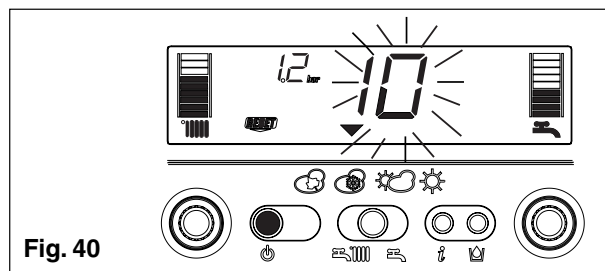

Fig. 40
2) Afisare numai simbol (fig. 40)